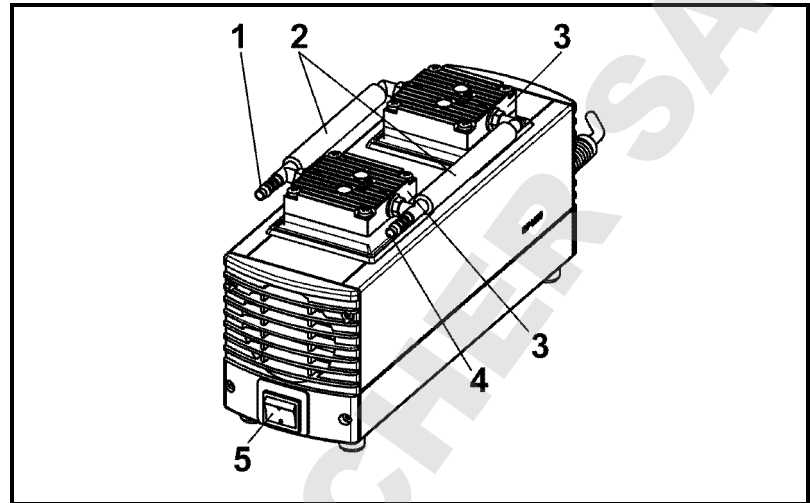

Fig. 2
- Mettre la pompe en marche avec l'interrupteur (voir fig. 2 à 6, en fonction du type de pompe).
- Arrêter la pompe avec l'interrupteur (voir fig. 2 à 6, en fonction du type de pompe).